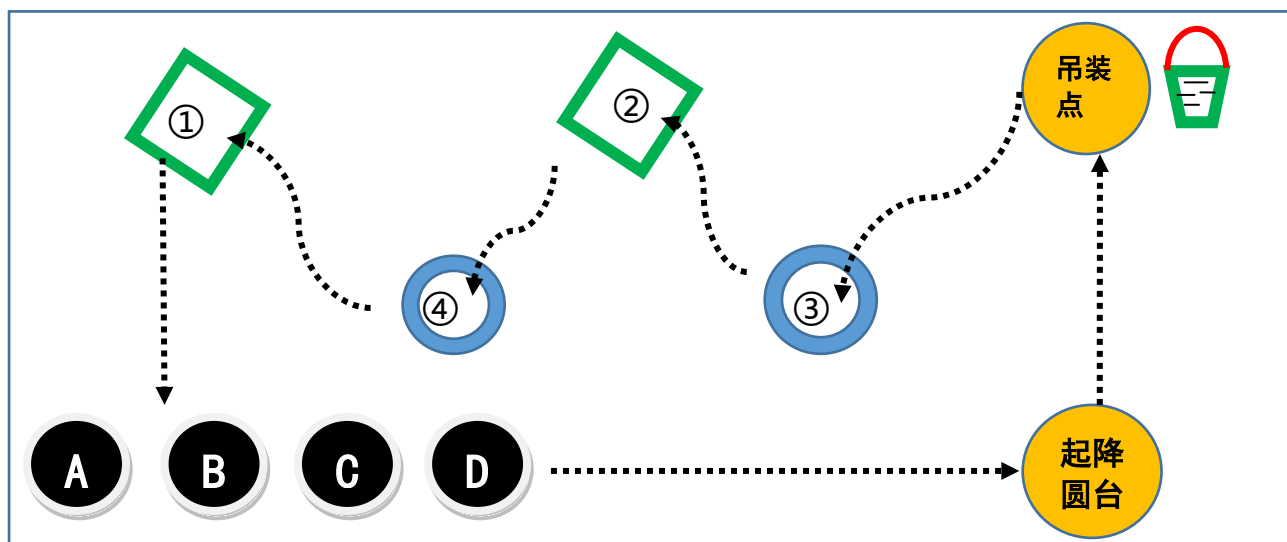

图4 物流+越障+航拍飞行示意图
起飞前选手先安装好航拍设备并称量起飞重量和吊装重物的重量，操控飞机从起点起飞，前往吊装点吊起一个水瓶/水桶\*，然后按如图 4 所示①-②-③-④次序穿越圆孔和斜方孔障碍物（飞行时机头方向任意），在④圈的框架边上某个位置有一个约 5cm 大小的英文大写字母（A/B/C/D 任选一个）贴纸，要求对此贴纸拍照后将水桶放置在与拍照字母对应的位置，最后在起飞点降落。裁判记录每架飞机总飞行时间、成功越障个数、载重比（重物/起飞重量）和放置位置进行评分。